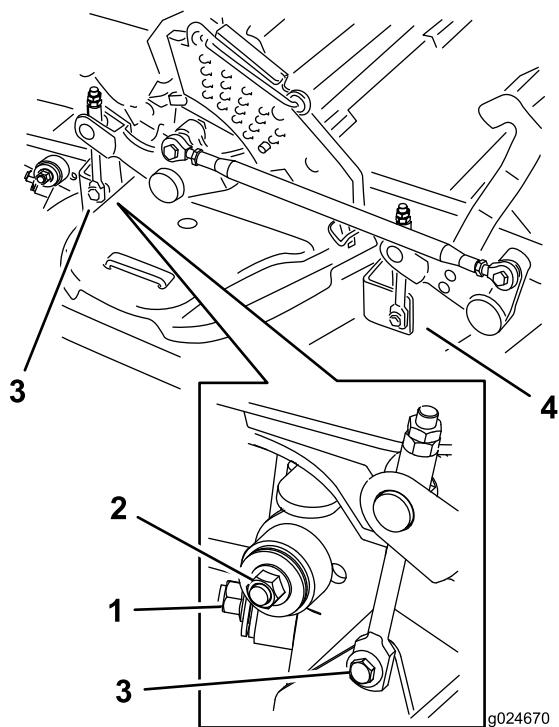

Figura 96
7. Rimuovete e conservate la bulloneria su ambo i lati del piatto di taglio come mostrato in (Figura 96).